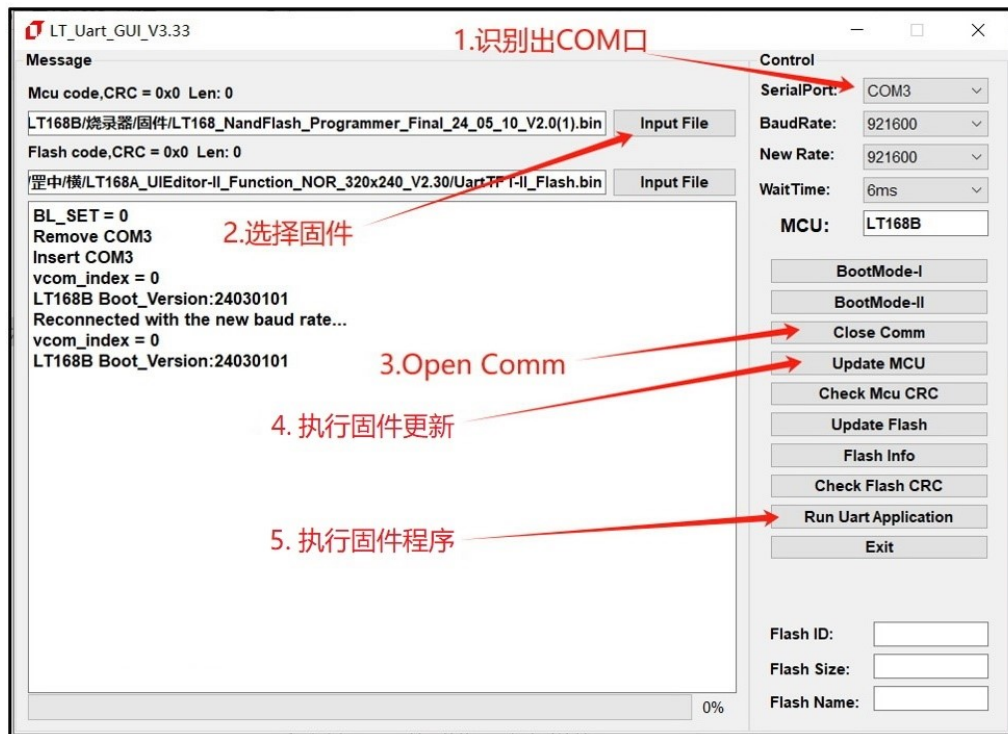

图 2-1：软件界面
- (1) 将“SD_IN”管脚（SD卡槽第9脚或烧录器板子上的LT168B IC第28脚）对地短接，通过Type-C接口将烧录器与电脑连接；
- (2) 打开软件“LT_Uart_GUI_V3.33.exe”，根据图2-1步骤顺序对烧录器进行固件更新；